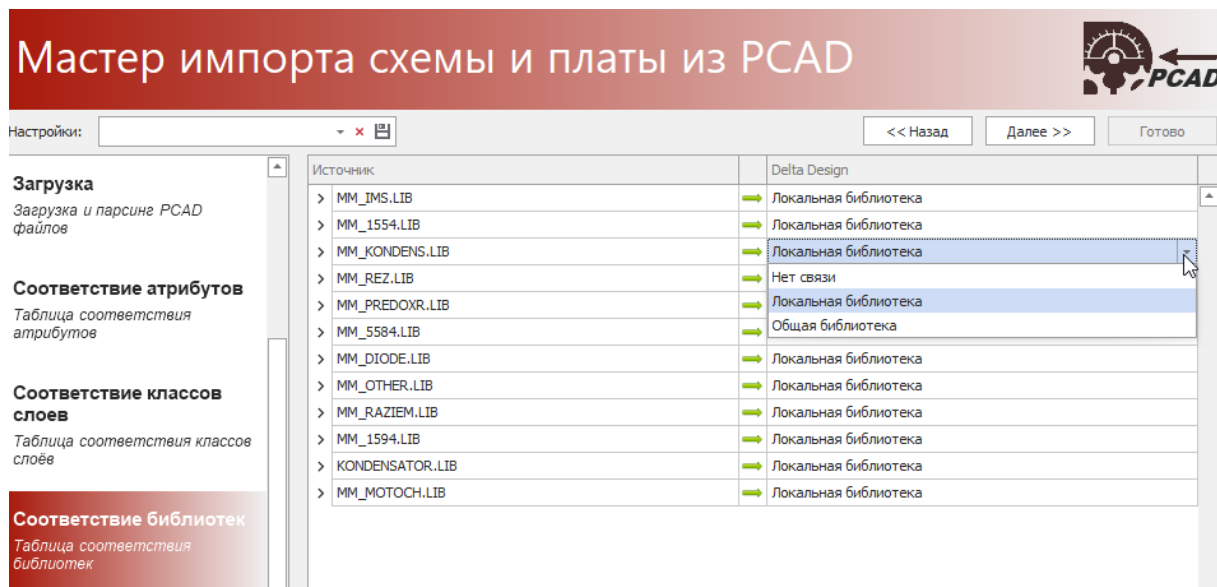

Рис. 26 Соответствие библиотек
9. Укажите соответствие импортируемых библиотек, Рис. 26, и нажмите «Далее».